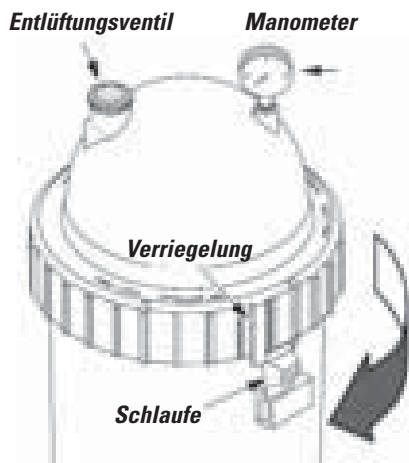

Abbildung 2 – Drehen Sie den Posi-Ring™ bis die Schlaufe hinter der Sicherheitsverriegelung einrastet.
1. Ziehen Sie den Posi-Ring™ durch Drehen im Uhrzeigersinn bis über die Sicherheitsverriegelung hinaus fest bis er "klickt" (vgl. Abbildung 2). Hören Sie auf zu drehen sobald der Ring hinter der Verriegelung einrastet. Der Ring kann sich leicht locker anfühlen, wird jedoch fester angezogen, wenn die Pumpe angeschaltet ist und der Filter unter Druck steht.
2. Installieren Sie den Manometer und das Entlüftungsventil (vgl. Abbildung 2) auf dem Behälterdeckel.
- C. Drehen Sie den Posi-Ring™ im Uhrzeigersinn bis er hinter der Sicherheitsverriegelung einrastet (vgl. Abb. 2).